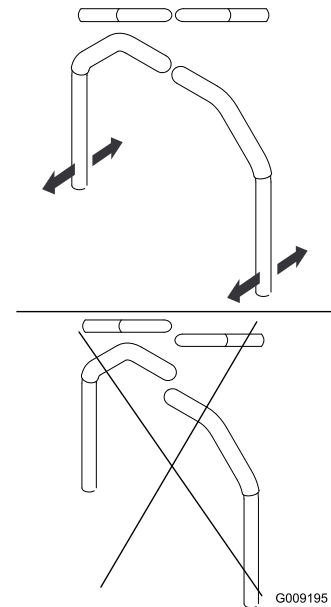

Figura 78
4. Allineate le leve latitudinalmente portandole assieme in folle e fatele scorrere finché non sono allineate, quindi serrate i bulloni (Figura 78).